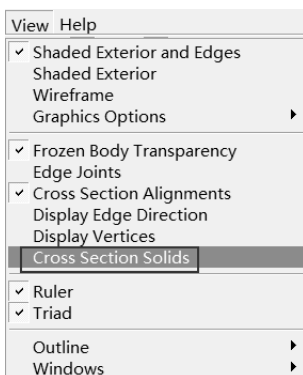
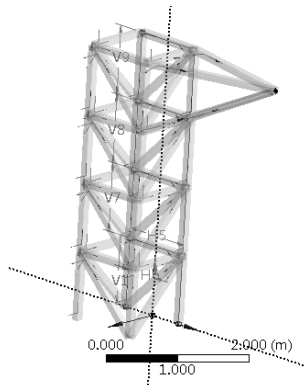

图 5-62 显示截面特性
图 5-63 模型
Step26：如图 5-62 所示，选择 View Cross Section Solids 命令，使命令前出现 标志，创建如图 5-63 所示的模型。